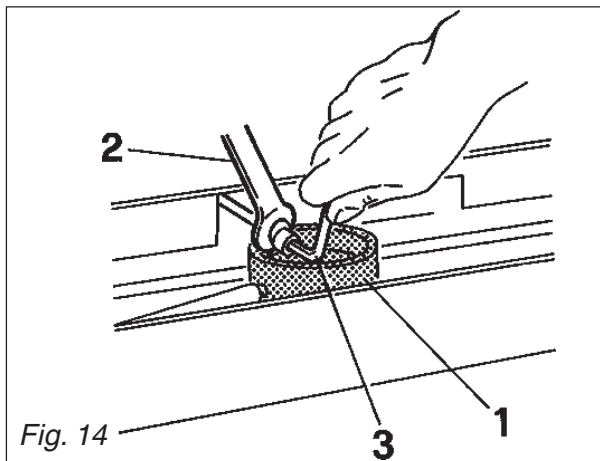

Fig. 14
- Tenere fermo con una chiave il raccordo 2 (Fig. 14) posto sopra la vaschetta scarico e contemporaneamente allentare, massimo di tre giri, la vite ad esagono incassato 3.